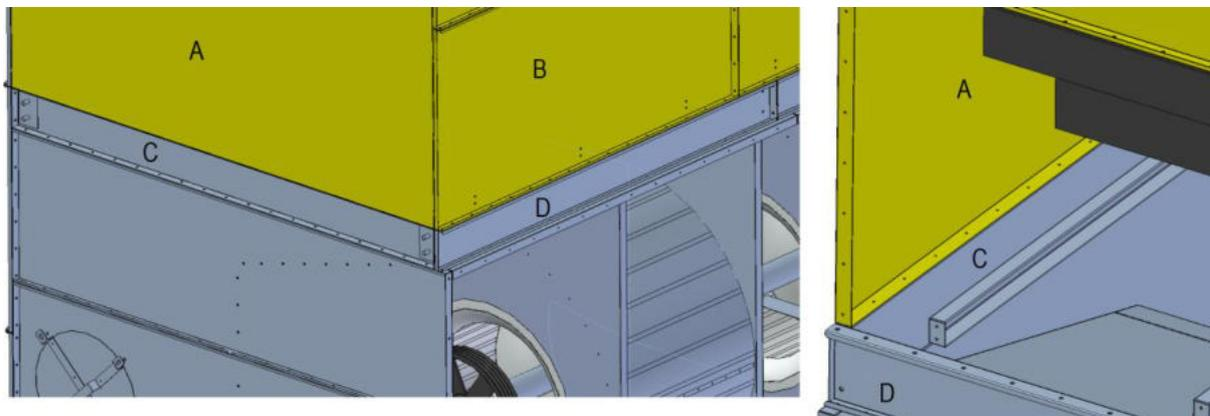

Fig. 10
Nota bene: Nelle unità di larghezza >2m è possibile che il lato corto della sezione di scambio, in giallo, (A) abbia la flangia di appoggio rivolta verso l'interno. In questo caso, dopo aver unito le sezioni sui lati lunghi (B e D) con i bulloni e dadi, è necessario utilizzare le **viti autofilettanti** fornite a corredo serrandole dal basso (pannello C della sezione vasca) verso l'alto (pannello A della sezione di scambio) come in fig. 10. Sulla flangia rivolta verso l'interno del pannello A, della sezione scambio, sono presenti i fori di diametro inferiore predisposti per la vite autofilettante.